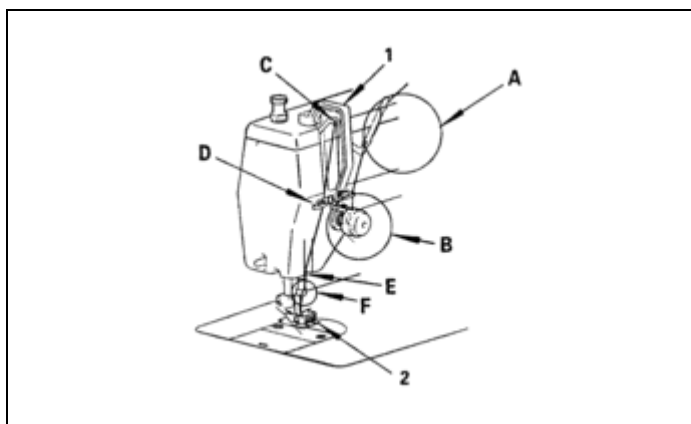
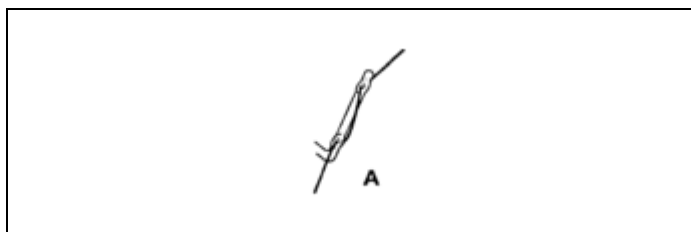
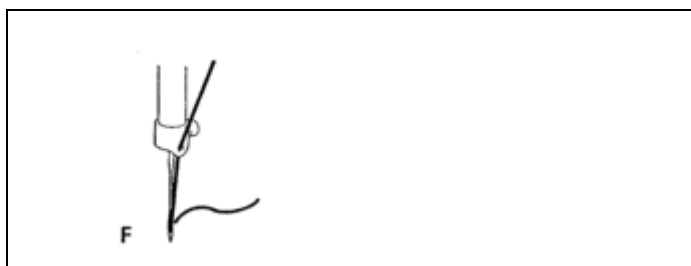

Fig. 13
Fig. 14
Fig. 16
### 12. PASSANDO A LINHA (Fig. 13, 14, 15 e 16)
1. Levante a barra de agulha para a posição mais alta, em seguida puxe o fio para fora e através de A (Fig. 13), B (Fig. 14), C, D, E e F (Fig. 16).